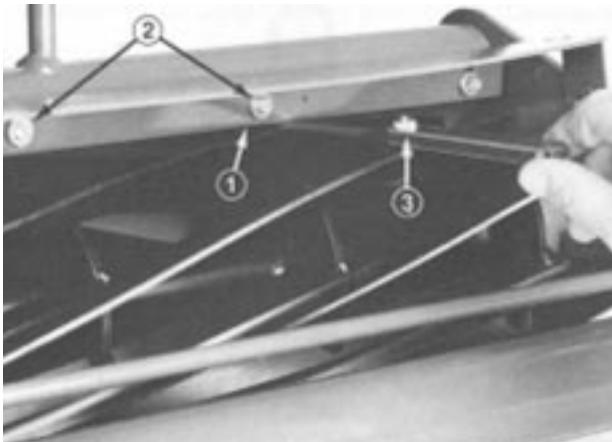

図 6
1. トップ・バー(図6)を固定しているネジをゆるめ、リールとバーとの間に1.5 mmの隙間ゲージをはさんでネジを締める(図6)。リールの全長にわたってバーが平行になっていることを確認すること。
3. ゲージバーを前後のローラに渡しかけ、ネジ頭がベッドナイフの刃先にちょうど引っかかるように刈り高調整ノブで調整する(図6)。